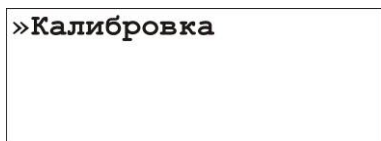

Рисунок 4.6 - Экран пользовательского датчика давления
4. В меню пользовательского датчика давления (рис. 4.6) клавишами Δ, ∇ выбрать пункт "Калибровка" и нажать клавишу \checkmark .